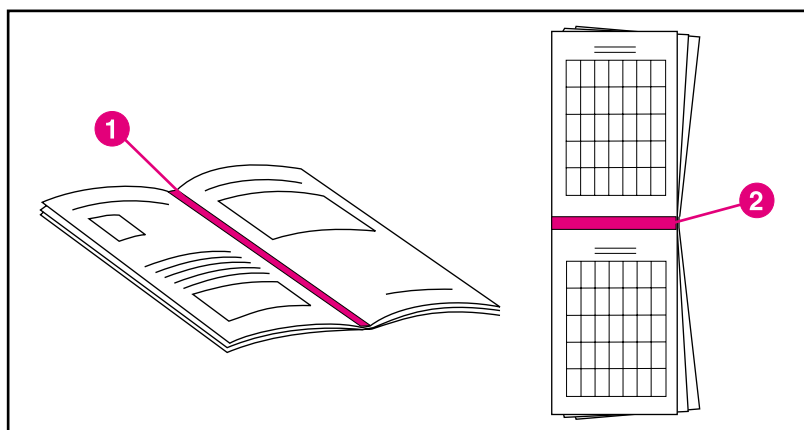

Figura 3-4 Opciones de encuadernación
- 6 Pulse **VALOR** para seleccionar ya sea la encuadernación por el BORDE LARGO o por el BORDE CORTO (consulte la figura 3-4).
- *Encuadernación por el borde largo (libro)*, que corresponde al diseño utilizado convencionalmente en la encuadernación de libros. (Consulte la figura 3-4).
- *Encuadernación por el borde corto (bloc)*, que es el tipo que se utiliza con frecuencia para calendarios. (Consulte la figura 3-4).